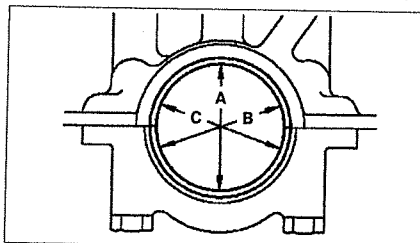

Рис. 2.68. Измерьте диаметры отверстия в направлениях А, В, С.
3. Измерьте диаметры отверстия в направлениях А, В, С (см.рис.2.68).